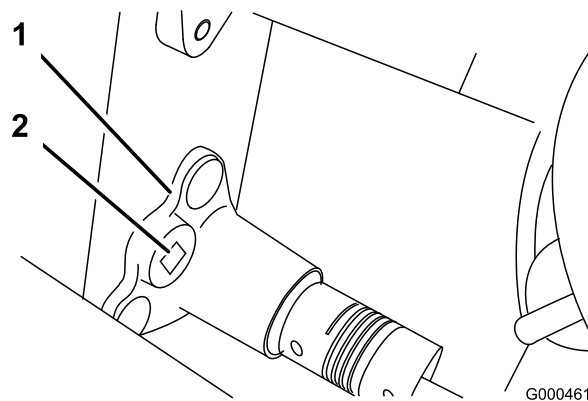

図 39
- B. 3/8インチのトルクレンチでベアリング・ハウジングを0.4～0.46 kg.mのトルクで回転させてベルトを張る（図 39）。